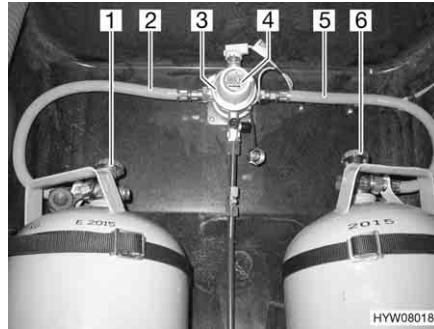
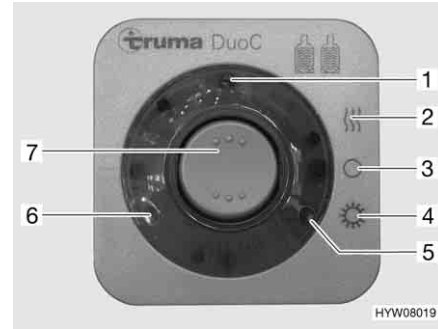

Bild 99 DuoControl-Umschaltanlage
Bild 100 Bedieneinheit
Die DuoControl-Umschaltanlage besteht aus einem Umschaltventil (Bild 99,3) und der Bedieneinheit (Bild 100). Das Umschaltventil ist zwischen den Gasschläuchen (Bild 99,2 und 5) montiert. Mit dem Drehknopf (Bild 99,4) am Umschaltventil kann bestimmt werden, welche der Gasflaschen als Betriebsflasche und welche Gasflasche als Reserveflasche verwendet wird.
An der Bedieneinheit (Bild 100) können nur die elektrischen Funktionen geschaltet werden. Die Haupt-Absperrventile der Gasflaschen (Bild 99,1 und 6) müssen von Hand geöffnet werden.
Das Umschaltventil gewährleistet einen konstanten Gasdruck, unabhängig davon, welche Gasflasche Gas liefert. Die zwei Kontroll-Leuchten an der Bedieneinheit zeigen den Füllstand der Betriebsflasche an. Wenn die grüne Kontroll-Leuchte (Bild 100,6) leuchtet, ist die Betriebsflasche voll. Wenn die rote Kontroll-Leuchte (Bild 100,5) leuchtet, ist die Betriebsflasche leer. Die Gasversorgung erfolgt dann über die Reserveflasche.
- Die Haupt-Absperrventile an den Gasflaschen (Bild 99,1 und 6) öffnen.
- Mit dem Drehknopf (Bild 99,4) am Umschaltventil (Bild 99,3) die Gasflasche wählen, der vorrangig das Gas entnommen werden soll (Betriebsflasche).
- An der Bedieneinheit (Bild 100) die DuoControl-Umschaltanlage einschalten.
Dazu den Wippschalter (Bild 100,7) auf Winterbetrieb "Ein und Heizen" (Bild 100,2) oder auf Sommerbetrieb "Ein" (Bild 100,4) stellen. Das Umschaltventil ist jetzt entlüftet. Die gelbe Kontroll-Leuchte (Bild 100,1) leuchtet, wenn Winterbetrieb gewählt wird und die Regler-Enteisungsanlage eingeschaltet ist.
- Den Wippschalter (Bild 100,7) auf "O" (Bild 100,3) stellen. Die gelbe Kontroll-Leuchte (Bild 100,1) erlischt.
- Die Haupt-Absperrventile an den Gasflaschen (Bild 99,1 und 6) schließen.
Die Kontroll-Leuchten an der Bedieneinheit (Bild 100,5 und 6) signalisieren im Fahrzeuginnenraum, ob die Betriebsflasche betriebsbereit ist.
Wenn die grüne Kontroll-Leuchte (Bild 100,6) während des Betriebs erlischt und die rote Kontroll-Leuchte (Bild 100,5) aufleuchtet, ist die als Betriebsflasche gewählte Gasflasche leer und muss gewechselt werden. Die Reserveflasche versorgt die Gasverbraucher weiterhin mit Gas.